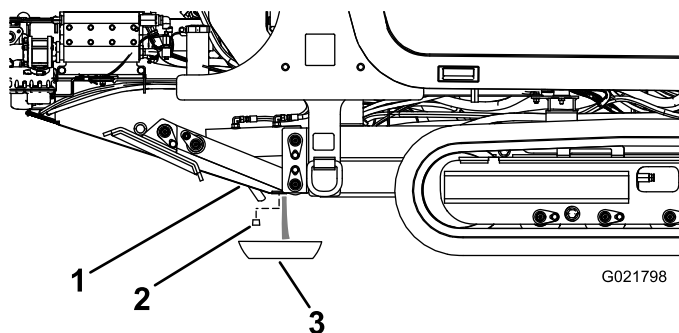

Figura 128
3. Afloje el tapón de vaciado y drene el agua y los sedimentos (Figura 128).